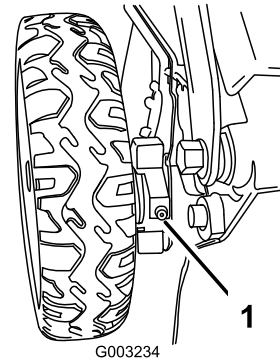

Figure 34
1. Essayez les graisseurs situés juste à l'intérieur des roues arrière avec un chiffon propre (Figure 34).